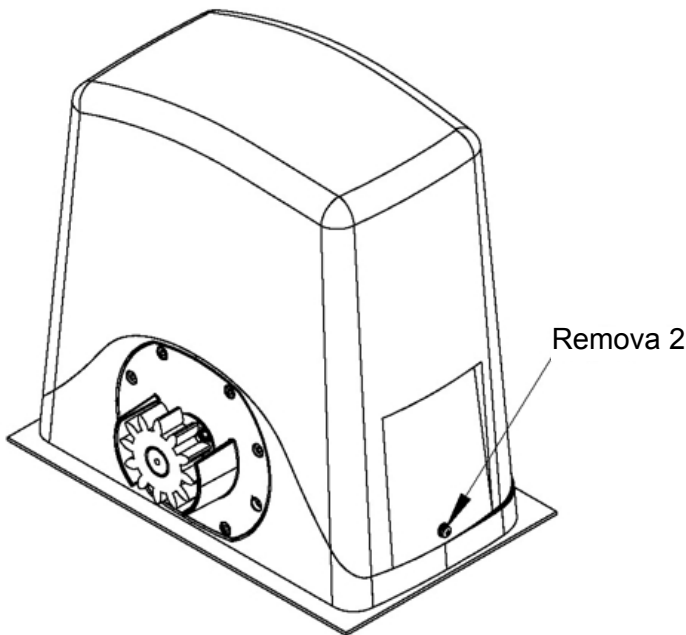

Fig. 5
- Remova a tampa desparafusando os parafusos ver (fig.5).